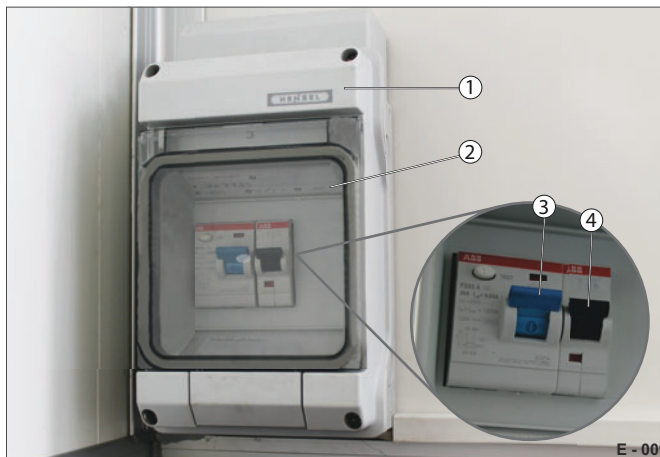

Abb. 9 Verteilerkasten
- Der Verteilerkasten (Abb. 9/1) befindet sich stirnseitig an der Innenwand des Bauwagens.
- Der Verteilerkasten beinhaltet einen Fehlerstromschutzschalter mit 30 mA (Abb. 9/3) und eine Überstromschutzeinrichtung mit 16 A (Abb. 9/4).